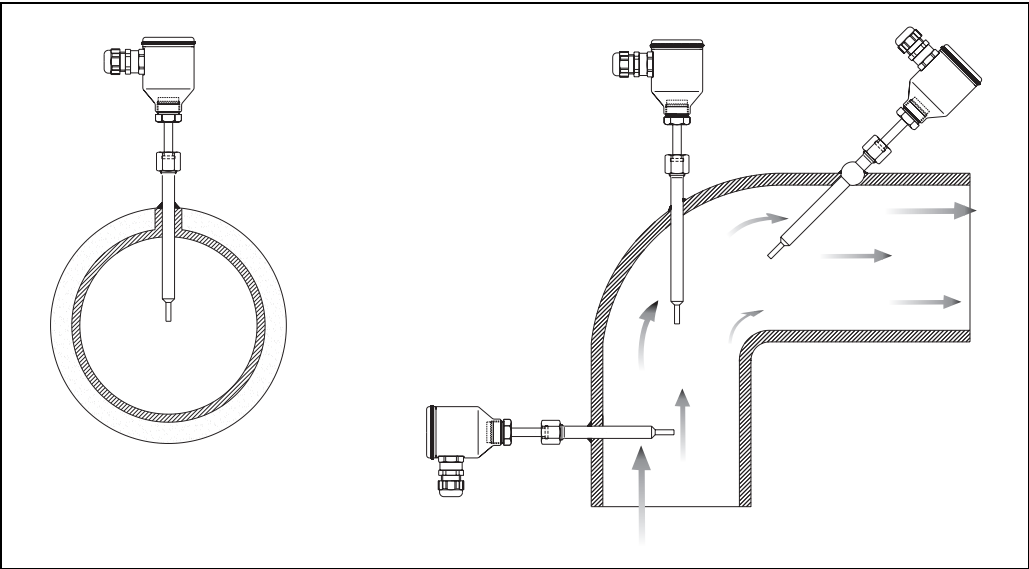

Fig. 2 : Solutions d'installation générales pour TR47
Pour les deux sondes, la profondeur d'immersion peut affecter la précision de mesure. Si elle est trop faible, une erreur peut être générée au niveau de la température mesurée, en raison des températures inférieures du fluide de process à proximité des parois et du transfert de chaleur qui se produit à travers la tige de sonde. L'incidence d'une telle erreur peut être non négligeable si la différence entre la température de process et la température ambiante est élevée. Pour éviter cette source d'inexactitude, la longueur d'immersion (L) devrait, si possible, être égale à au moins 80 mm. Dans les conduites de faible diamètre, l'axe de la conduite doit être atteint et même légèrement dépassé par l'extrémité de la sonde (voir fig. 2 et 3).
L'isolation de la partie externe de la sonde compense les effets dus à une faible longueur d'immersion. Une autre solution consiste en une implantation inclinée (voir figures 2 et 3).